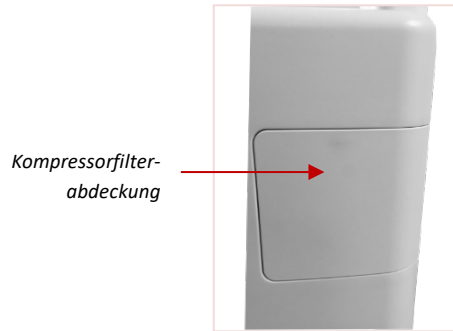

Abbildung 4-1
- a) Die Kompressorfilterabdeckung befindet sich an der Rückseite des Geräts (siehe Abbildung 4-1